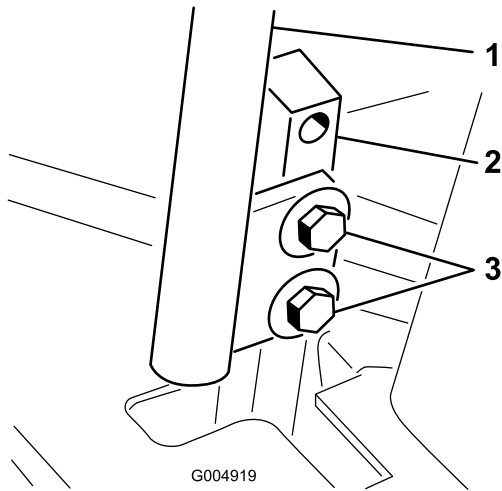

Figure 58
3. Desserrez les boulons de fixation des leviers de commande (Figure 58).